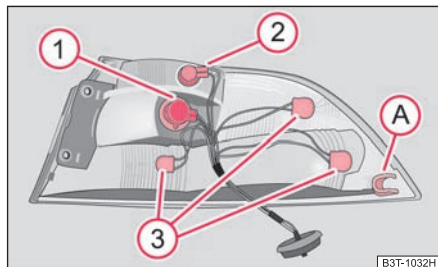

Abb. 240 Äußerer Teil der Heckleuchteinheit: Lampen
- Zum Wiedereinbau führen Sie zuerst die Heckleuchteinheit mit der Aufnahme (A) → Seite 272, Abb. 240 nach vorn auf einen Bolzen an der Karosserie.
Einbauanlage der Lampen in der äußeren Heckleuchteinheit ⇒ Abb. 240.